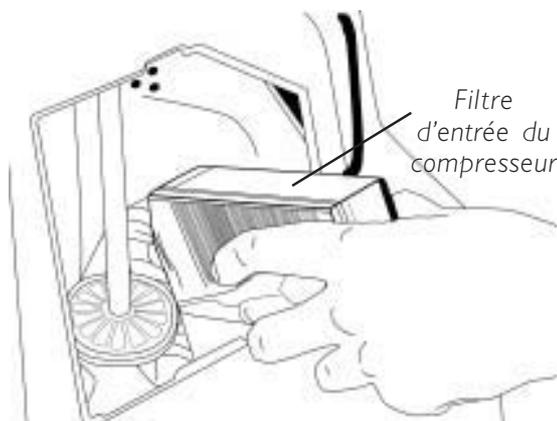

FIGURE 4 - DEPOSE DU FILTRE D'ENTREE DU COMPRESSEUR
4. Saisir le filtre d'entrée du compresseur et le tirer vers le bas. Cf. FIGURE 4